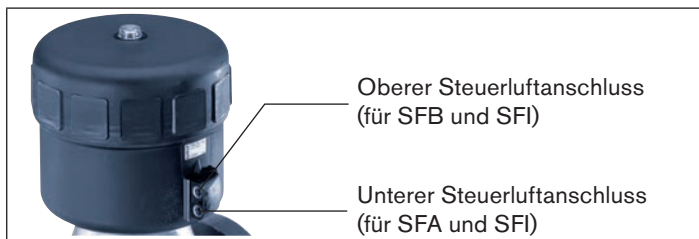

Bild 2: Steuerluftanschluss
→ Unteren Steuerluftanschluss mit Druckluft (Wert wie auf dem Typschild angegeben) beaufschlagen (siehe „Bild 2“).
- Oberen Steuerluftanschluss mit Druckluft (Wert wie auf dem Typschild angegeben) beaufschlagen (siehe „Bild 2“).